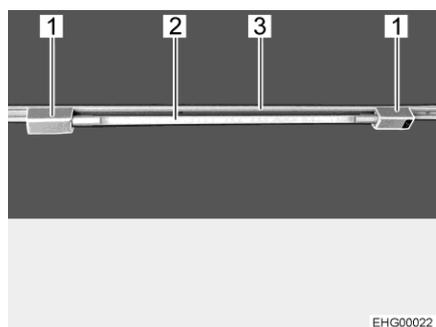

Fig. 29 Lampada tubolare
Come inserire la lampada tubolare: ■ Inserire i due supporti (Fig. 29,1) nella rotaia (Fig. 29,3). A tale scopo, ruotare i supporti di 90°.
■ Infilare il corpo lampada (Fig. 29,2) in uno dei supporti.
Come orientare la lampada tubolare: ■ Ruotare il corpo lampada (Fig. 29,2), finché non si raggiunge l'effetto luminoso desiderato.